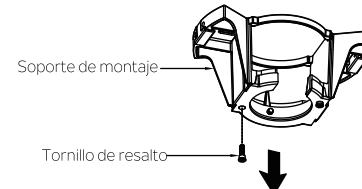

Fig. 14
**Paso 1.** Retire uno de los dos tornillos de resalto en el soporte de montaje. Afloje el segundo tornillo de resalto sin retirarlo por completo. (Fig. 14)